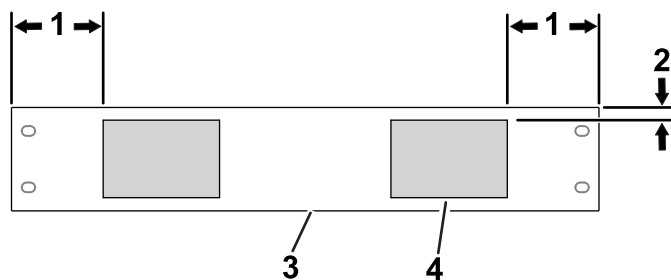

Figura 11
7. Instale las almohadillas de espuma en la cubierta de baterías, tal y como se muestra en la Figura 11.